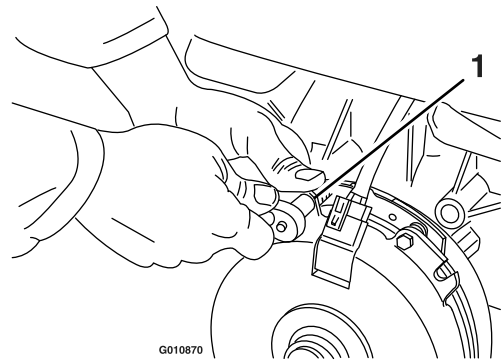

Figura 72
- A. Afloje ambos pernos de montaje del freno entre media y una vuelta, según se muestra en Figura 72.